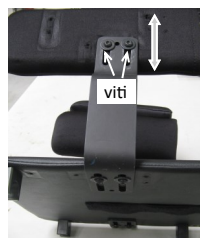

fig. 16.4: Regolazione altezza
• Regolazione altezza (fig. 16.4)